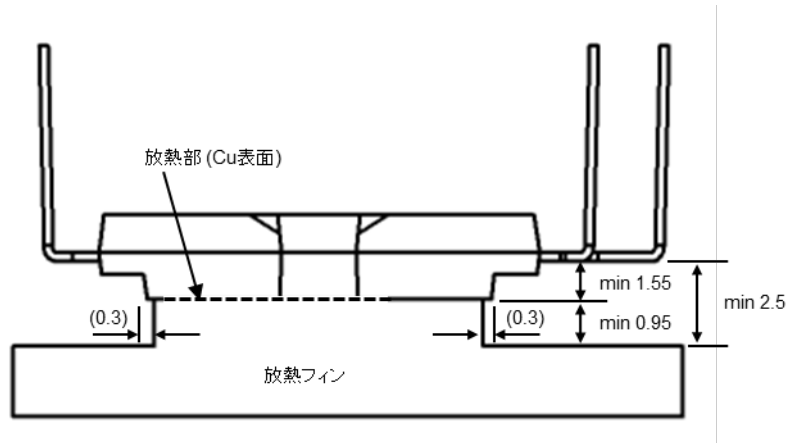

図 2-1-2 凸型放熱フィン使用時 (単位:mm)
- (1) V_{CC} 内蔵IGBTがスイッチングしていない状態で、P-N端子間に印加できる最大直流電源電圧。この電圧を超えるような場合は、ブレーキ回路等による制限をかける必要があります。
- (2) $V_{CC(surge)}$ 内蔵IGBTがスイッチングしている状態で、P-N端子間に現れるサージ電圧の最大定格値。この電圧を超えないように、スナバ回路の接続や母線のインダクタンスの低減が必要です。
- (3) V_{CES} 内蔵IGBTのC-E間に印加できる最大電圧定格。
- (4) $\pm I_C$ $T_C = 25^\circ\text{C}$ の条件で、通電可能な電流値です。パルス幅及び周期は、接合温度により制限されます。
- (5) T_j 最大瞬時接合温度は 150°C ですが、安全動作させるためのパワーサイクル寿命などを考慮して使用温度範囲を決定してください。
- (6) $V_{CC(PROT)}$ 内蔵のIGBTが短絡や過電流状態になった場合に、IPMの保護機能によってIGBTを安全に遮断できる最大電源電圧。この条件を超えると保護できず、素子破壊に至る可能性が高くなります。
- (7) 絶縁耐圧 絶縁耐圧は、下図で示す全端子(ショート)と放熱面のCu表面との絶縁耐圧です。絶縁耐圧は、2000Vrmsとなりますが、図2-1-2のように端子-放熱フィン間の距離を確保する(2.5mm以上推奨)ために凸型の様な放熱フィンを使用した場合、絶縁耐圧2500Vrmsを満足します。UL認証は、凸型形状の放熱フィンを使用した条件で絶縁耐圧2500Vrmsにて取得しております。
- (8) T_c 測定点 VN相IGBTチップの直下をケース温度 T_c の測定点と定義しています。正確な T_c を測定するためにヒートシンクを加工し、チップ直下に熱電対がくるようにします。P側、N側でスイッチング方法が異なる二相変調やハイサイドチョッピングなど制御方式、変調率により、他の相のチップ直下の T_c の方が温度が高くなる可能性がありますので、そのような場合には、測定点を変更して最も損失が大きくなるパワーチップの直下で T_c を測定する必要があります。